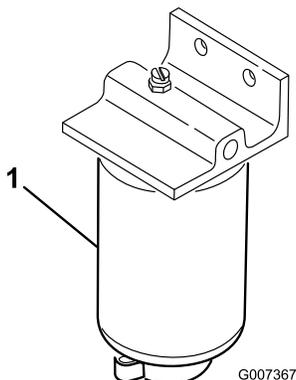

Рисунок 54
1. Подставьте под топливный фильтр чистую емкость (Рисунок 54).